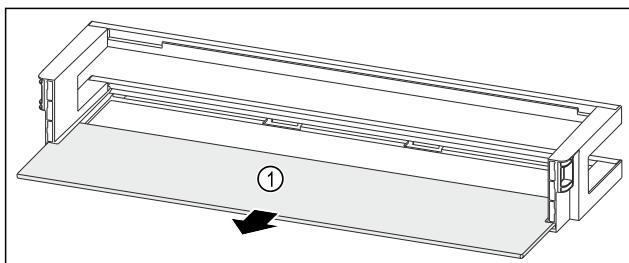

Fig. 95 Дверная полка со съемной полкой
- Извлеките съемную полку Fig. 95 (1).